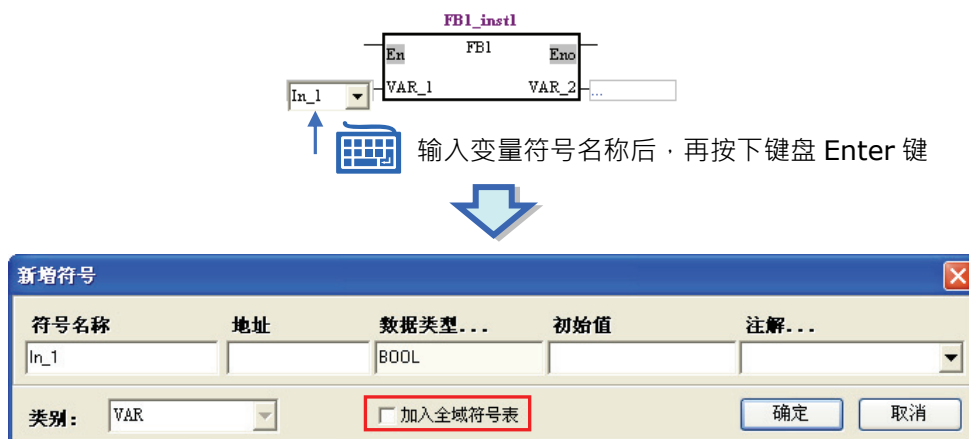

图 13-31 新增符号
- (2) 使用键盘输入变量符号的名称，再按下键盘 Enter 键，便会出现新增符号宣告窗口，如图 13-31，此时会自动带入方才输入的符号名称与接脚的数据形态，用户可输入其他信息。当勾选加入到全局符号表时，此符号将被宣告到全局符号表中；若不勾选时，此符号将被宣告在此 POU 的区域符号表中。